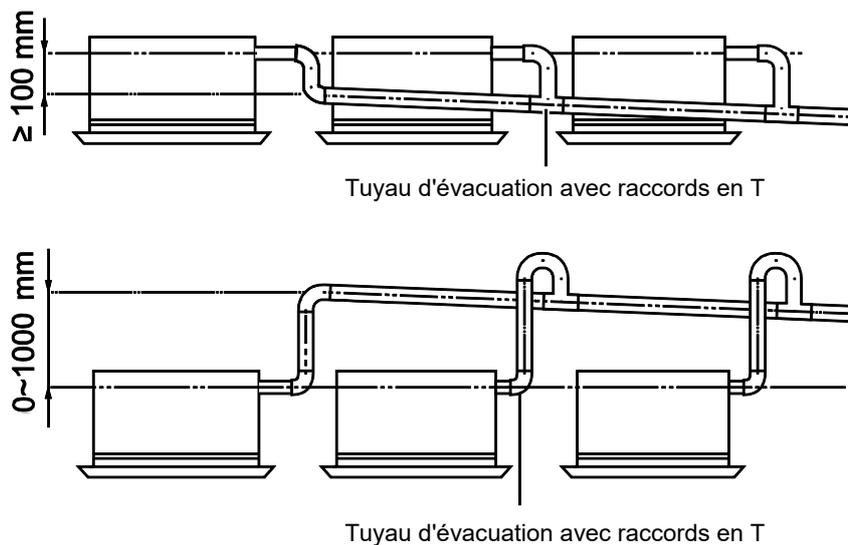

Fig. 20
3. Pour raccorder plusieurs tuyaux d'évacuation, procédez selon les indications de la figure 20. Utilisez les tuyaux d'évacuation dont les dimensions correspondent bien à la capacité fonctionnelle de l'unité.